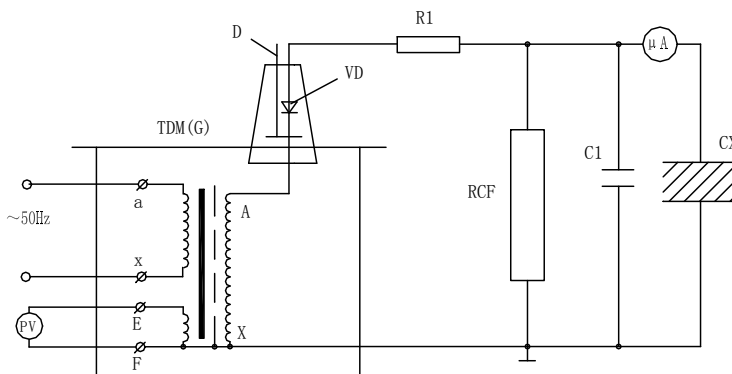

图 7：高压直流泄漏试验接线图
- （6）在升压或耐压试验过程，如发现下列不正常情况时，应立即降压，切断电源。停止试验并查明原因：①电压表指针摆动很大；②发现绝缘烧焦或冒烟；③被试品内有不正常的声音。
2、TDM (G) 试验变压器在做被试品的直流耐压或泄漏试验时接线原理图如图 7。
注：此试验应先抽出短路杆“D”，图 7 中所示。